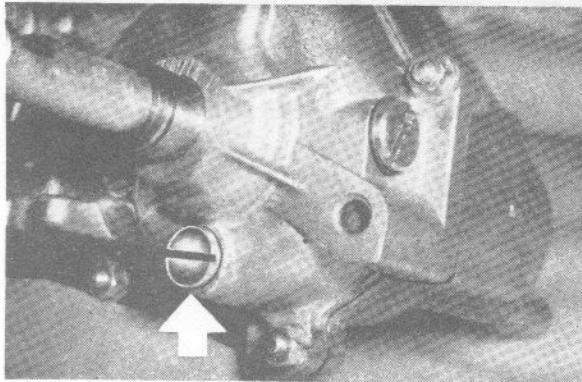

Afb. 3
- borgveer van de beide bouten van de schakelhefboom losnemen en één van de bouten verwijderen (afb. 3).